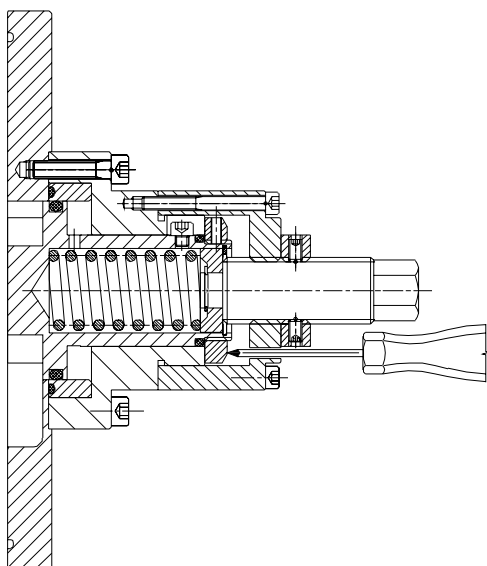
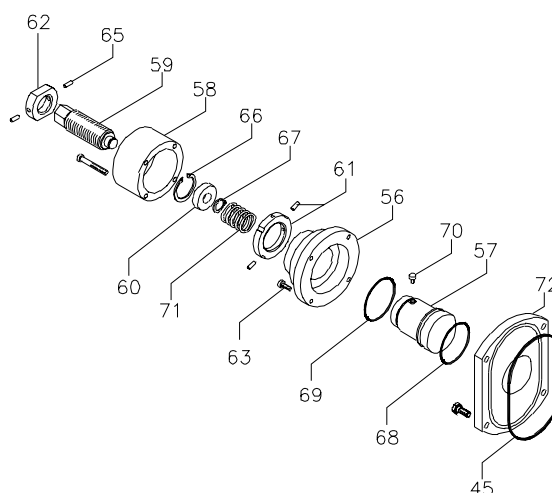

Fig.3.1
Fig.3.2 Valvola di sicurezza e by-pass manuale
3.6.2 - Regolazione valvola di sicurezza interna a molla fig.3.2
- 2 - Avvitare la vite di registro (59) mettendo in pressione la molla, gradatamente, controllando che la pressione alla bocca di mandata della pompa, non superi la pressione consentita.
- 3 - Agendo sulla vite di registro e controllando con una sonda (v. fig. 3.1) trovare il punto critico di apertura della valvola, alla pressione voluta.
- 5 - Posizionare il fermo registro (62) e bloccarlo con l'apposita vite a cava esagonale (65).